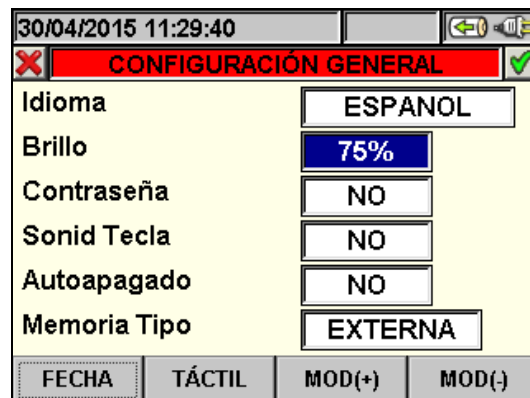

Fig. 11: Pantalla regulación brillo del visualizador
1. Posicione el cursor con las teclas flecha arriba o abajo sobre el campo correspondiente a la función "Brillo" marcado sobre fondo azul, (vea Fig. 11):